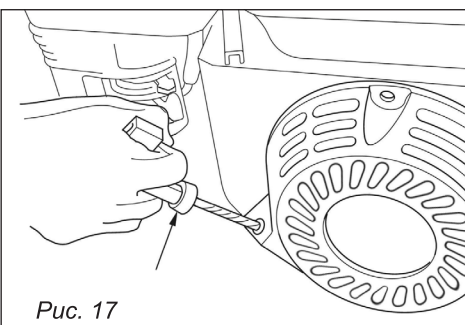

Рис. 17
4. Поверните ручку управления воздушной заслонкой в положение «ON» (холодный старт двигателя), (рис. 17).
6. Возьмитесь за ручку стартера и медленно потяните до появления ощутимого сопротивления, затем потяните ручку стартера резким рывком (рис. 17).